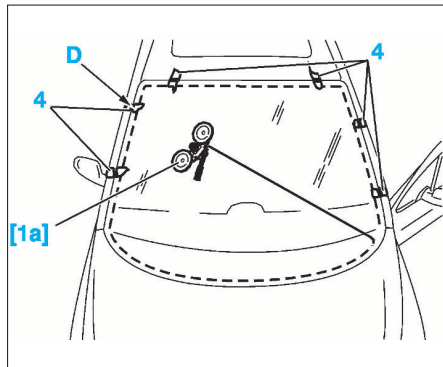

FIG. 122
- Dans le cas de la récupération du pare-brise, mettre des rubans adhésifs (4) qui serviront de témoin pour la repose, couper en (D) (Fig.122).
- Dans le cas du remplacement du pare-brise, centrer celui-ci et positionner des rubans adhésifs (4) qui serviront de témoin (Fig.122). Couper en (D).